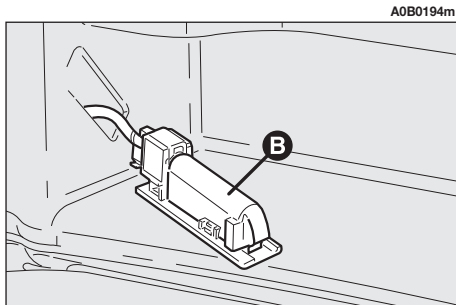

fig. 61
- Rimuovere la protezione (**B-fig. 61**).
- Rimontare la protezione (**B-fig. 61**).